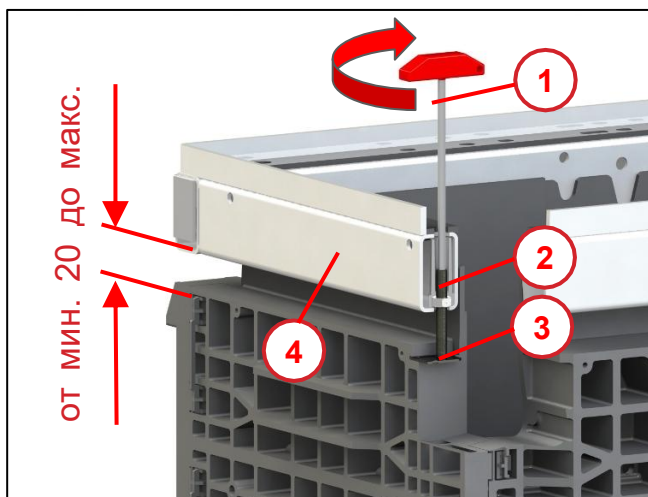

Рис. 37
Резьбовые штифты (2) устройства регулировки высоты, настроенные ранее, продавить через еще не затвердевший сухой раствор (3), пока они снова не встанут на опору из листового металла (см.Рис. 37, поз. 3).